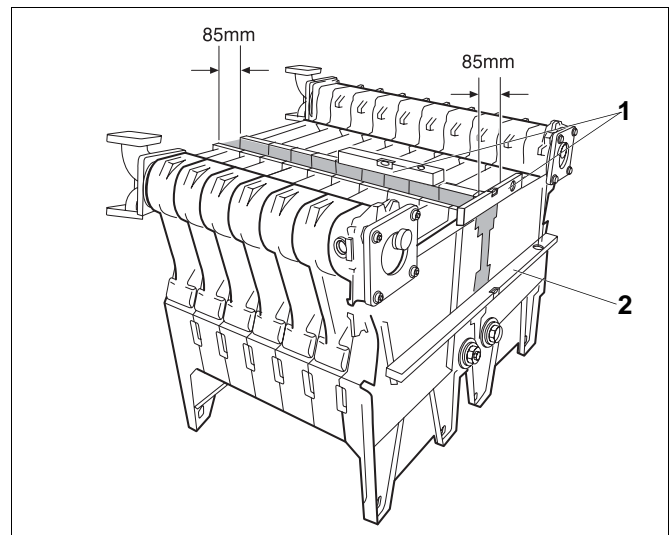

Fig. 26 Positionner les blocs chaudières
- Positionner les blocs chaudière à l'aide d'une règle à niveau (fig. 26, **pos. 2**) et d'un niveau à bulle (fig. 26, **pos. 1**).